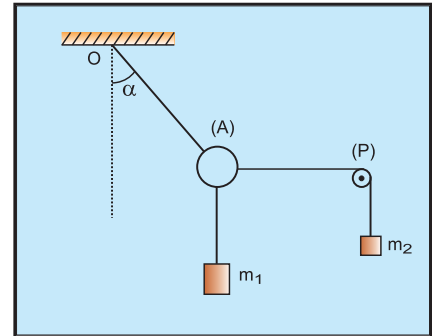

Fig. 35
11. Les masses des fils et de l'anneau (A) (Fig.35) sont négligeables. A l'équilibre, le fil (OA) fait un angle $\alpha = 40^\circ$ avec la verticale. (P) est une poulie à axe fixe sans frottement.